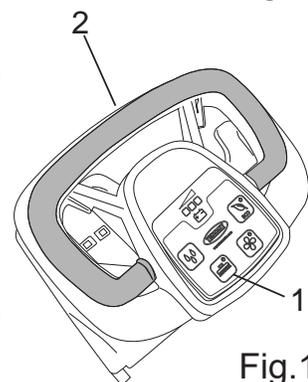

Fig.11
- Appuyer sur le bouton brosse (Fig. 11 - Rep.1)
- Actionner à plusieurs reprises le levier de commande brosse (Fig.11, Rep. 2): la brosse s'enclenche automatiquement sur le moyeu. Si elle ne s'enclenche pas, appuyer de nouveau sur la poignée, centrer de nouveau la brosse et actionner le levier de commande brosse comme décrit précédemment.
- Appuyer sur le bouton brosse (Fig. 11-Rep.1) pendant 3 secondes, la brosse se décroche automatiquement.